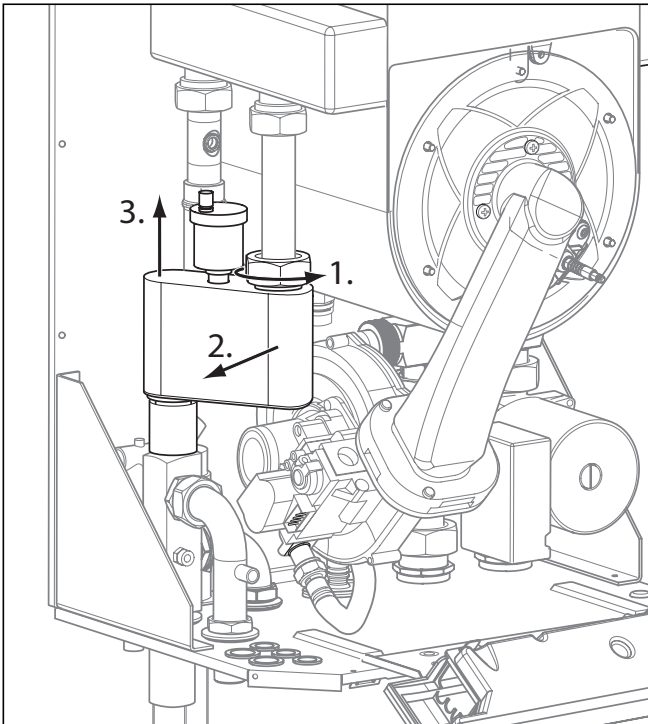

Рис. 7.7 Очистка воздушной камеры
- Демонтируйте воздушную камеру, как показано на рис. 7.7, и промойте ее горячей водой.